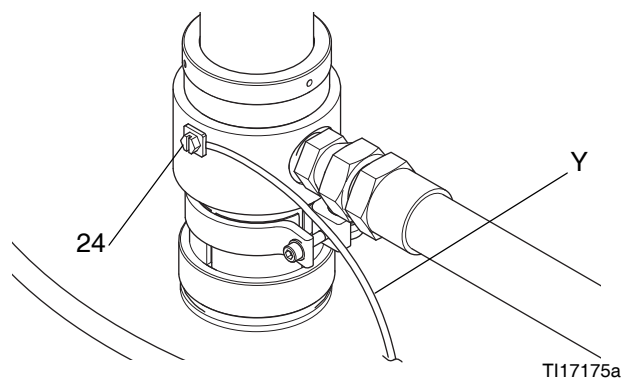

FIG. 9
Pump: Koppla jordkabel (Y) till jordskruv (24) och fäst skruven säkert. Se FIG. 9. Anslut kabelns andra ände till jord. Följ alla svenska elnormer.